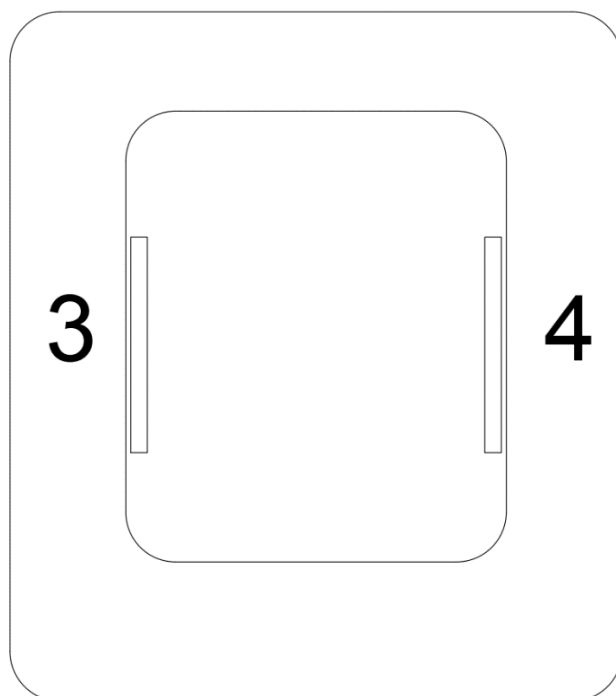

Рис. 5. Задняя панель НТИ-3600А
- Силовые выводы 3 и 4, для подключения АВ находятся с обратной нагрузочного блока НТИ-3600А (рис.5)